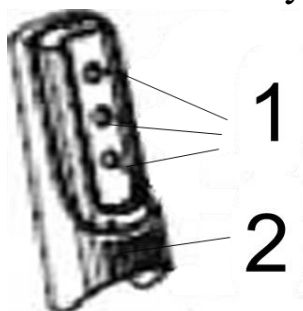

Рисунок 1
Установите индукционный датчик уровня перекачиваемой жидкости в один из разъемов (1) на панели датчика уровня жидкости (2) (смотрите рисунок 1 ниже). Когда уровень воды опустится ниже разъема, в котором установлен индукционный датчик, насос автоматически выключится. Когда уровень воды поднимется выше разъема, в котором установлен индукционный датчик, насос автоматически включится.